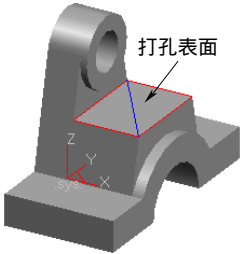
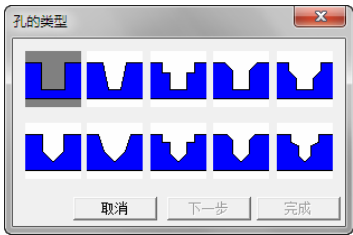

图 6-112 选择打孔表面
图 6-113 选择孔类型
2) 选择下拉菜单“造型”→“特征生成”→“孔”命令，或者单击“特征生成栏”工具栏上的“打孔”按钮，弹出“孔的类型”对话框，拾取如图 6-112 所示打孔表面，选择孔的类型，如图 6-113 所示。